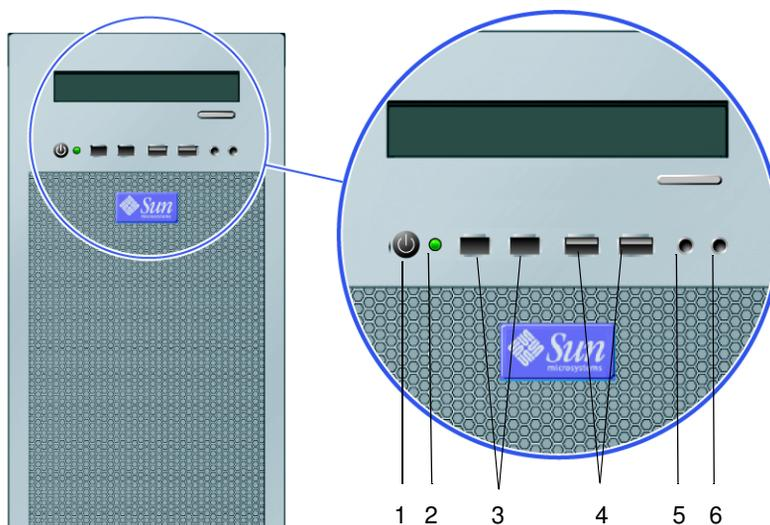

РИС. 1-1 Передняя панель
РИС. 1-1 показывает переднюю панель рабочей станции Sun Ultra 20.
3. **Нажмите и отпустите кнопку питания на передней панели рабочей станции (РИС. 1-1).**
Индикатор питания платформы загорается, когда рабочая станция начинает процесс внутренней загрузки (РИС. 1-1).